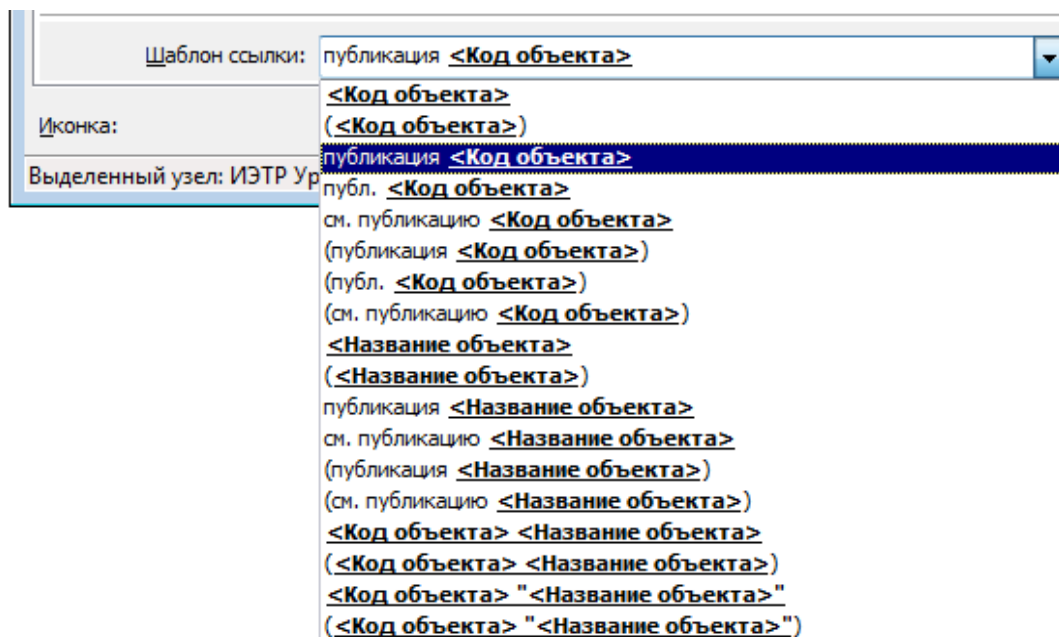

Рисунок 266
4) В поле ввода **Шаблон ссылки:** из выпадающего списка выберите тип надписи для ссылки (рисунок 266).